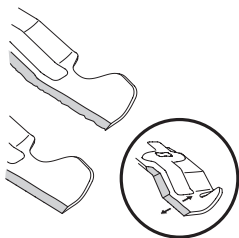

Figure 26
5. Pour aiguiser les lames, la même quantité de métal des deux extrémités des lames sur le côté tranchant. Aiguisiez le bord tranchant sur toute sa longueur, parallèlement au bord arrière, soit à un angle de 25° à 30° (Figure 26).